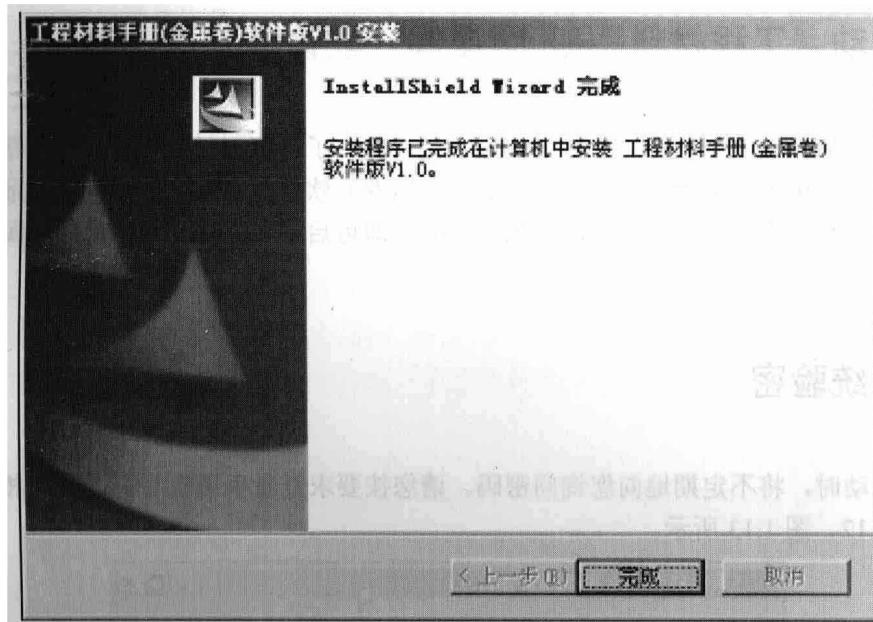

图 1.11 结束安装界面
(10) 最后, 屏幕上出现安装程序的结束界面, 如图 1.11 所示, 单击“完成”按钮, 完成整个安装过程。